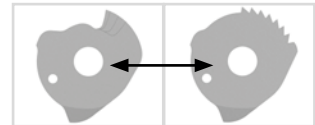

Fig. 42
- 2 Sostituire il disco dell'arresto di flessione con il disco con denti di arresto (fig. 42).